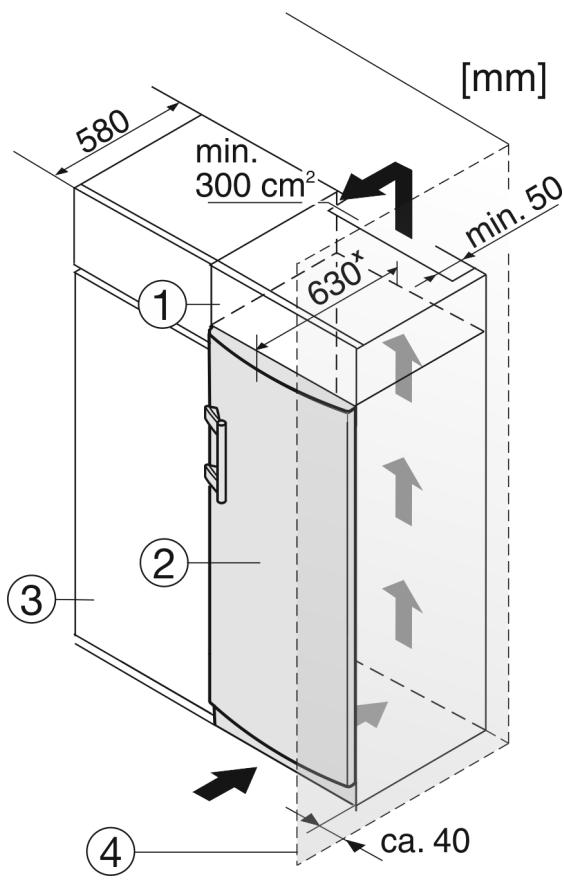

Fig. 11
- (1) Aufsatzschrank (3) Küchenschrank
(2) Gerät (4) Wand
Das Gerät kann mit der Kücheneinrichtung umbaut werden. Um das Gerät Fig. 11 (2) der Küchenzeilenhöhe anzugeleichen, kann über dem Gerät ein entsprechender Aufsatzschrank Fig. 11 (1) angebracht werden.
Beim Umbau mit Küchenschränken (Tiefe max. 580 mm) kann das Gerät direkt neben dem Küchenschrank Fig. 11 (3) aufgestellt werden. Das Gerät steht seitlich 34 mm^x und in der Gerätemitte 50 mm^x gegenüber der Küchenschrankfront vor.
Wenn das Gerät mit den Scharnieren neben einer Wand Fig. 11 (4) aufgestellt wird, muss der Abstand zwischen Gerät und Wand mindestens 40 mm betragen. Dies entspricht dem Griffüberstand bei geöffneter Tür.